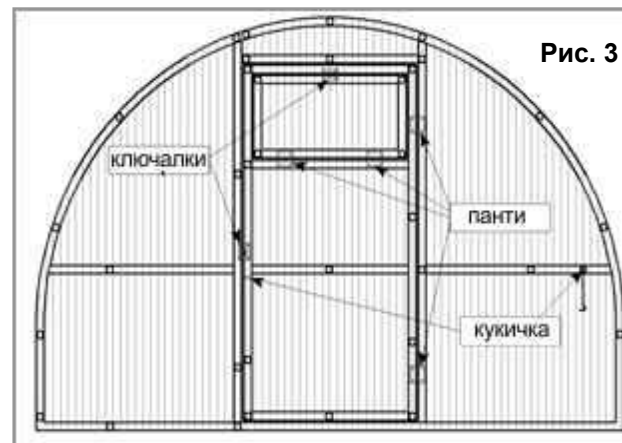

Рис. 3
5.1.4. Монтирайте пантите на вратата и прозореца с помощта на самонарезните винтове. Всички панти трябва да се намират отгоре на поликарбоната. Завийте с винтовете и бравите, както е показано на рис.3.